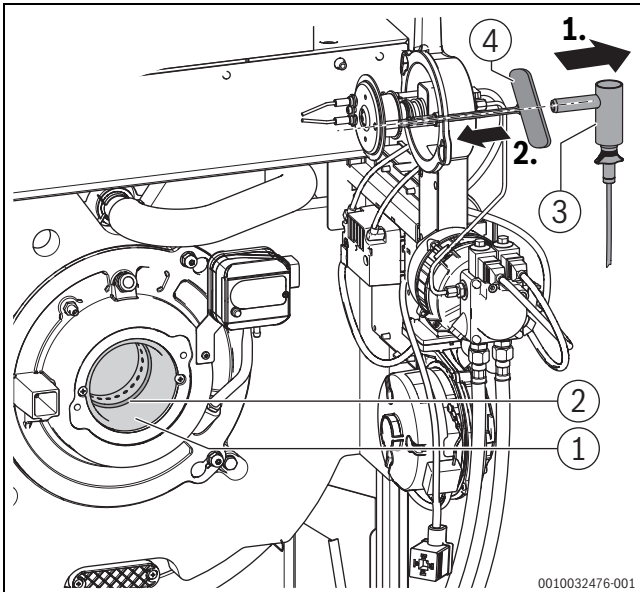

Bild 71 Dichtung prüfen (Serviceposition 1), Verwendung Innensechskantsschlüssel zur Ausrichtung des Mischsystems
- Brenner in Serviceposition 1 bringen (→Bild 71).
- Winkelhalter mit Flammenfühler (→Bild 71) aus Brennergehäuse ziehen.
- Zur Ausrichtung des Halterohres des Flammenfühlers mit dem Sichtrohr des Mischsystems einen Innensechskant-Steckschlüssel (Schlüsselweite 5) als Lehre von der Brennergehäuseseite einführen (→Bild 71).
- Winkelhalter mit Flammenfühler (→Bild 71) wieder bis zum Anschlag in Brennergehäuse einstecken.